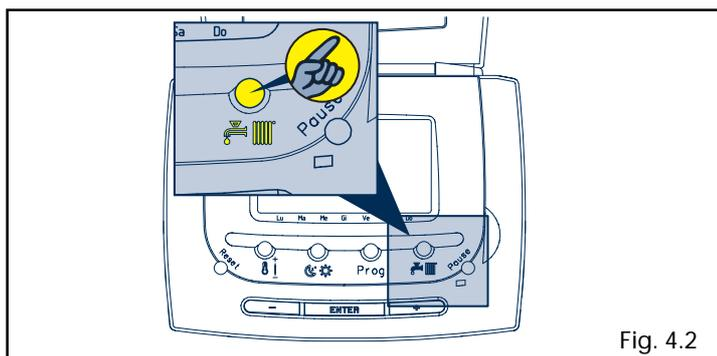

Fig. 4.2
- premere il tasto estate inverno (🌞❄️) sul pannello comandi a distanza (fig. 4.2). Premendo una volta il tasto (🌞❄️) si
Premendo una seconda volta il tasto  si passa alla funzione inverno (fig. 4.2)